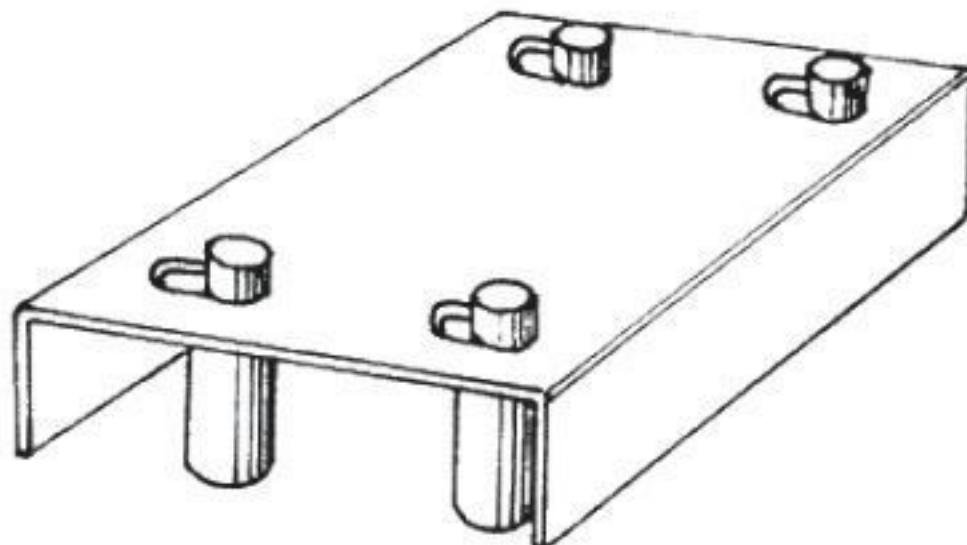

Рисунок 43. Плато с роликами
• плато с роликами, предназначенное для компенсирования бокового качения (рис. 43);